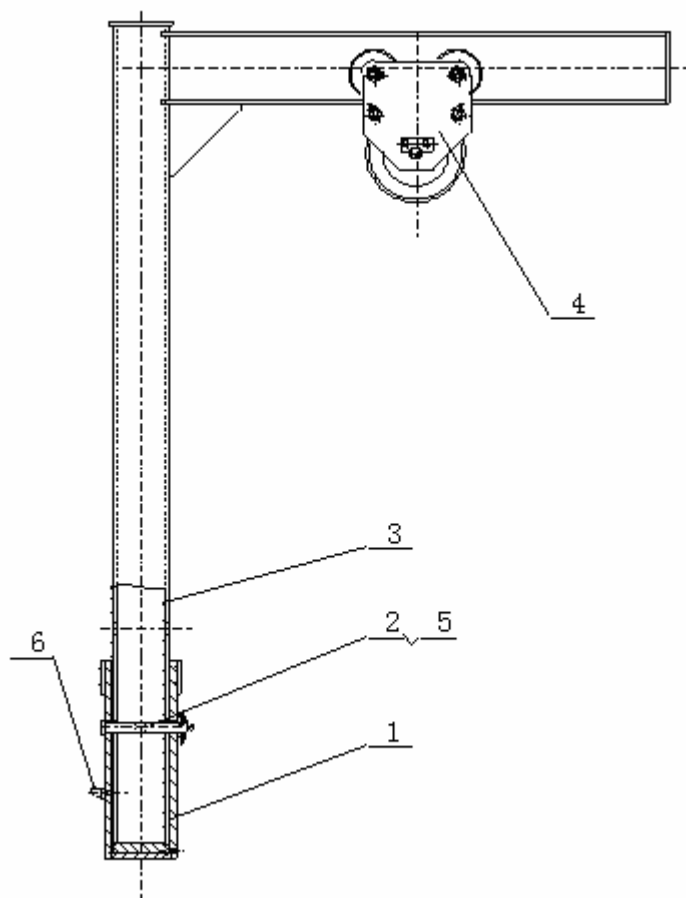

图 2 悬壁式天车起重架
1) 悬壁式天车起重架最大起重量为 10kN(1tf) 结构见图 2